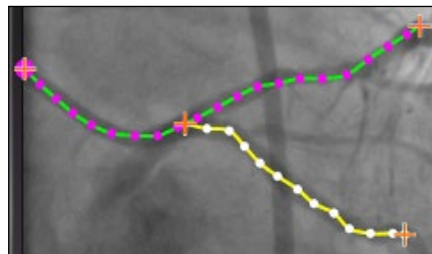

Figura 132. Ramo completato nella modalità selezionata
Fase 3 (Figura 131 e Figura 132)
- ② Se l'utilizzatore parte dalla curva ma cambia idea sul punto iniziale, fare clic con il tasto destro del mouse e il punto scompare. Questo vale solo quando si inizia un ramo o tronco. Se si inizia da un punto esistente, è sufficiente fare clic con il tasto destro del mouse su un altro punto per deselezionare quel punto. Completare il tracciato facendo doppio clic sul punto distale e il ramo verrà visualizzato nella modalità selezionata, di colore giallo e bianco, **Figura 132**.